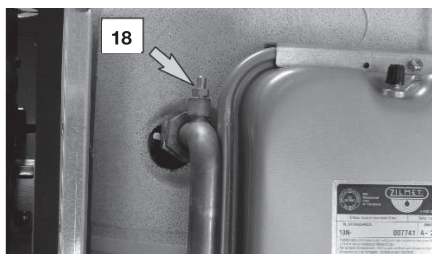

Рисунок 9.5
- Открутите выпускной патрубок змеевика водонагревателя 18 (Рисунок 9.5).